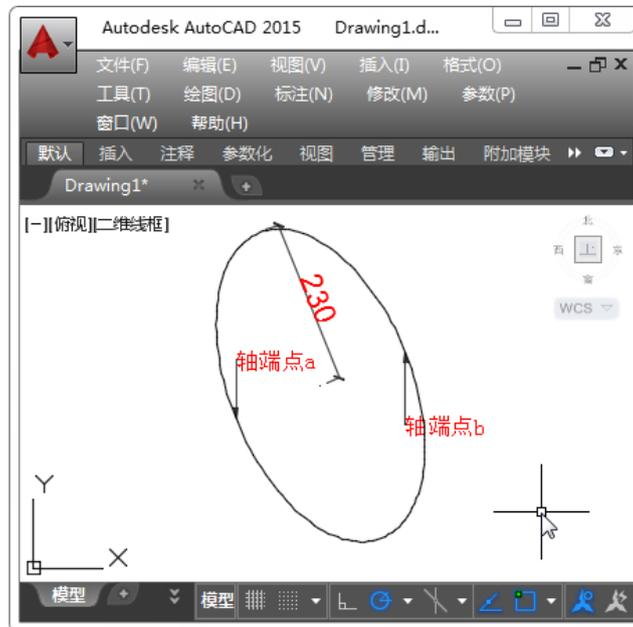

图 3-60 轴端点绘制椭圆
- **【轴端点】命令:** 在绘图区域直接指定椭圆一轴的两个端点, 再输入另一轴的半轴长来绘制椭圆。如图 3-60 所示, 确定轴端点 a、b, 然后确定另一轴的半轴长度为 230, 按回车键即可绘制出椭圆。